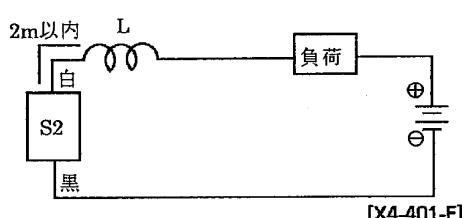

図5 ● チョークコイル
- リード線配線長が10mを超える場合は図5、6(S2の場合)、図7(S3の場合)に示す保護回路を必ず設けてください。